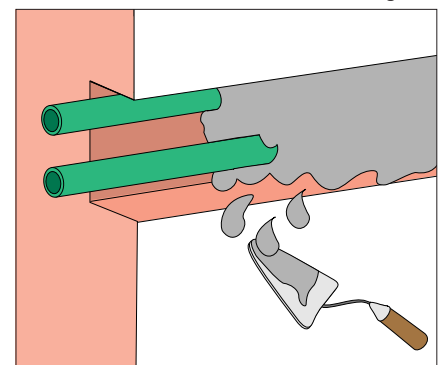

Figura 4
- c) Fechamento da canaleta com uma massa que envolva todas as tubulações (figura 4).